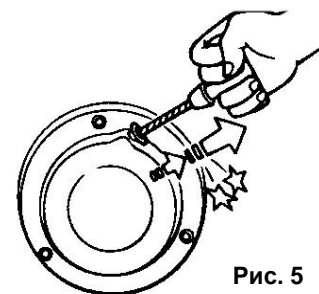

Рис. 5
5.2.4. Плавно, не отбрасывая рукоятку, опустить руку, позволив шнуру вновь вернуться в барабан (См. Рис.5)